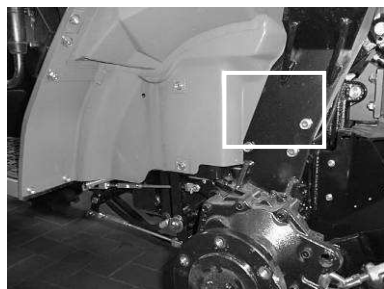

Bild 30: seitliche Schrauben
3. Entfernen Sie die drei Schrauben (siehe Bild 30) auf der linken Seite des Traktors (in Fahrtrichtung gesehen).